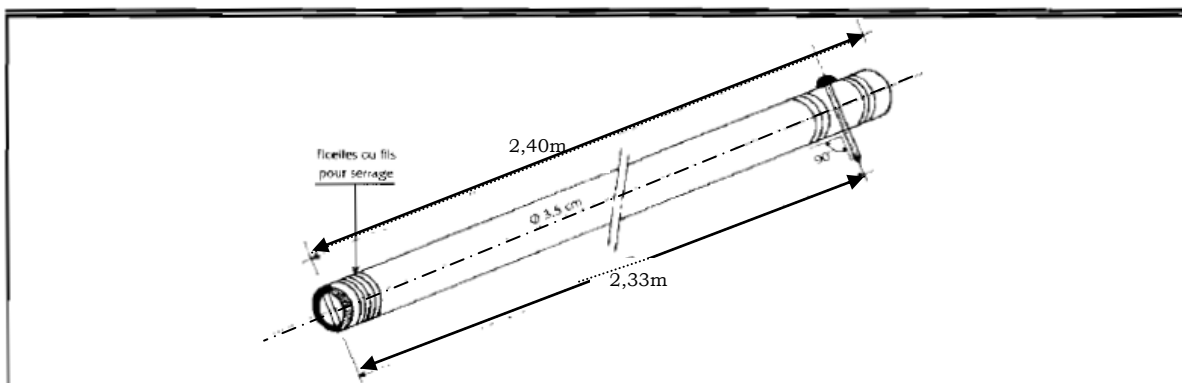

Figure 9 :
5.20/ Sur le fond de la cuve, poser 10 cm de béton sur les moellons. Simultanément, à l'horizontale du point central, poser la première rangée de briques à l'aide de la baguette de mesure. La brique est enfoncée de 2 à 3 cm dans le béton. Bien remplir les joints de mortier (voir dosage, point 2). Toutes les briques doivent être soigneusement trempées avant leurs poses! FIG.9. **Pour le digesteur de 30 m³, Les briques sont posées sur le côté surface x longueur.** La baguette de mesure, posée à mi-longueur de la brique, est à la perpendiculaire de celle-ci. Le dessus de la brique est toujours parallèle à la baguette. Terminer chaque rangée circulaire de briques avant de commencer la suivante.